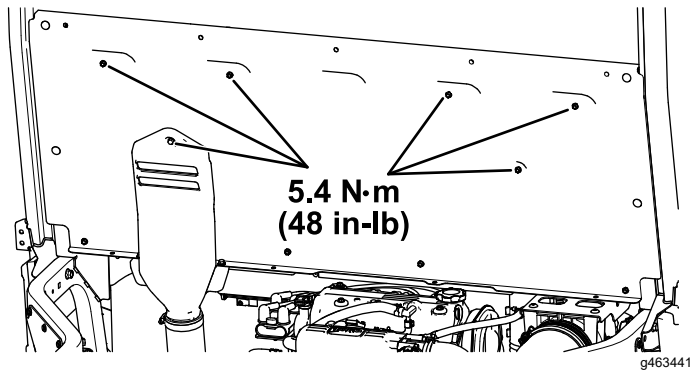

Figura 30
H. Apriete los 5 pernos de cabeza hexagonal con arandela prensada ($\frac{1}{4}$ " x $\frac{3}{4}$ ") y el perno cautivo conectado a la campana de admisión de la CVT a 5,4 N·m, tal y como se muestra en la Figura 30.